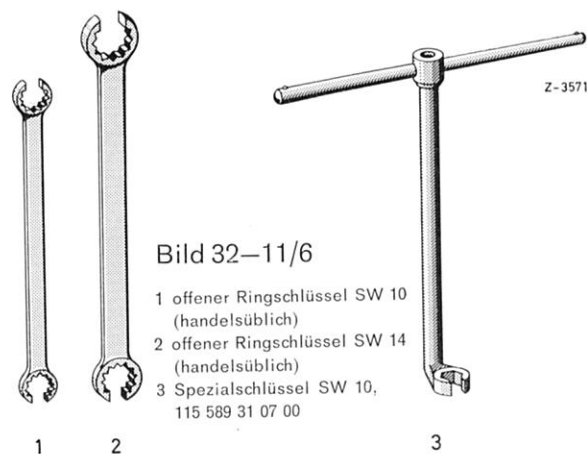

Bild 32–11/6
8 Zum Festziehen der Druckleitungen sind offene Ringschlüssel, keinesfalls normale Gabelschlüssel, zu verwenden, um Beschädigungen an den Leitungsanschlüssen zu vermeiden. Für eine bessere Zugänglichkeit einzelner Leitungsanschlüsse, z. B. am Niveauregler, wurde ein Spezialschlüssel (3) entwickelt (Bild 32–11/6).